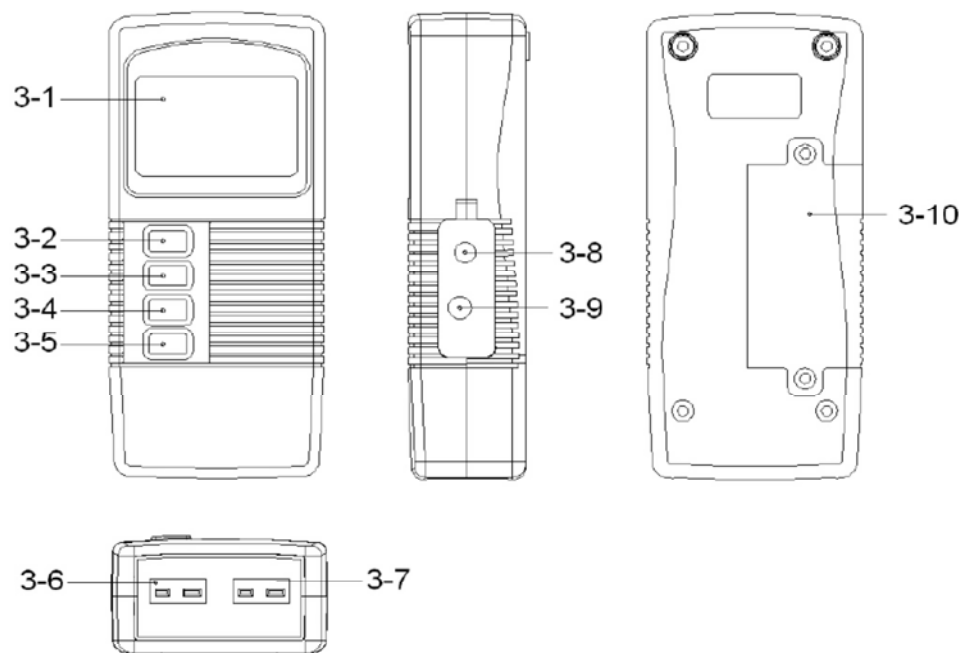

Fig. 1
- 2) Aprire il vano batterie situato sul retro dello strumento (3-10, Fig.1) e rimuovere la batteria scarica.
Lo strumento è dotato di una interfaccia seriale RS-232C per il collegamento ad un personal computer. La connessione avviene tramite una presa da 3.5mm (3-9, Fig.1)
- 1) Collegare alla presa "T1 probe socket" dello strumento lo spinotto della sonda "Temp Probe Plug" . (3.6, Fig.1)
- 2) Accendere lo strumento premendo il pulsante "Power button" (3-2, Fig.1)
- 3) Premere il pulsante "Function button" (3-3, fig.1) continuamente fino a raggiungere la visualizzazione "T1-" sul display LCD, rilasciare il pulsante, sul display apparirà il valore di temperatura rilevato dalla sonda T1.
- 2) Premere il pulsante "Send Button" (3-2, Fig.1) per almeno 5 secondi fino a fare apparire nella parte inferiore del display l'indicazione "r232", quindi rilasciare il pulsante.
- 3) Premere il pulsante "Send Button" (3-2, Fig.1) una sola volta, nella parte inferiore del display apparirà l'indicazione "Send", mentre nella parte superiore viene visualizzato il numero totale di dati salvati in memoria, allo stesso tempo lo strumento provvede ad inviare tramite la porta RS-232 (3-9, Fig.1) i dati verso un personal computer esterno.
- 5) Premere il pulsante "Send Quit Button" (3-3, Fig.1) per uscire dalla funzione di trasmissione dati.
- Utilizzare il pulsante "▲" (3-3, Fig.1) per selezionare "YES" oppure "NO".
Dopo avere selezionato "YES", premere il pulsante "Enter Button" (3-4, Fig.1) per cancellare tutti i dati presenti in memoria.
L'impostazione di questo codice viene utilizzata per la calibrazione dello strumento. Se non inserite alcun nuovo codice, premere il pulsante "Enter Button" (3-4, Fig.1) per uscire dalla procedura.
- Per la misura con due sonde a doppio canale. Collegare alla presa "T1 probe socket" dello strumento lo spinotto della sonda "Temp Probe Plug" (3.6, Fig.1) e la seconda sonda alla presa "T2 probe socket" (3-7, fig.1).
- Accendere lo strumento premendo il pulsante "Power button" (3-2, Fig.1)
- Premere il pulsante "Function button" (3-3, fig.1) continuamente fino a raggiungere la visualizzazione "T1-" sul display LCD, rilasciare il pulsante, nella parte superiore del display apparirà il valore di temperatura rilevato dalla sonda T1, mentre nella parte inferiore apparirà la temperatura della sonda T2.
- Premere il pulsante "Function Button" (3-3, Fig.1) continuamente fino a raggiungere la visualizzazione "T2" sul display LCD, rilasciare il pulsante, nella parte superiore del display apparirà il valore di temperatura rilevato dalla sonda T2, mentre nella parte inferiore apparirà la temperatura della sonda T1.
- 5) Premere il pulsante "Function Button" (3-3, Fig.1) continuamente fino a raggiungere la visualizzazione "T1-T2" sul display LCD, rilasciare il pulsante, nella parte superiore del display apparirà il valore di temperatura rilevato dalla sonda T1-T2, mentre nella parte inferiore apparirà la temperatura della sonda T1.
Durante la fase di misura, premere il pulsante "Hold Button" (3-3, Fig.1) una sola volta per bloccare il valore della misura sul display LCD. Sul display appare l'indicazione "HOLD".
- a) Utilizzare il pulsante "▲" (3-3, Fig.1) per selezionare "YES" oppure "NO".
- a) Dopo avere selezionato il valore desiderato, premere il pulsante "Enter Button" (3-4, Fig.1) per salvare i dati come default.
- a) Utilizzare il pulsante "▲" (3-3, Fig.1) per selezionare il tempo di campionamento nei seguenti valori:
- b) Dopo avere selezionato il valore desiderato, premere il pulsante "Enter Button" (3-4, Fig.1) per salvare i dati come default.
- a. Tenere premuto il pulsante "Setting Button" (3-5, Fig.1) ed attendere almeno 5 secondi per accedere alle procedure di impostazione avanzate.
- b. Sempre premendo il pulsante "Setting Button" (3-5, Fig. 1), selezionare le varie funzioni e visualizzare il testo nella parte inferiore del display nel seguente modo:
- b) Utilizzare il pulsante "▲" (3-3, Fig.1) per selezionare "K" oppure "J".
- c) Dopo avere selezionato il tipo di sonda, premere il pulsante "Enter Button" (3-4, Fig.1) per salvare i dati come default.
- a) Utilizzare il pulsante "▲" (3-3, Fig.1) per selezionare "°C" oppure "°F".
La funzione di Data Record consente di memorizzare il valore Max e Min della misura. Per attivare tale funzione, premere il pulsante "REC Button" (3-4, Fig.1), quando la funzione di memorizzazione dei dati è attiva, sul display appare l'indicazione "REC".
- a) Premere il pulsante "REC BUTTON" (3-4, Fig.1) una sola volta, sul display appare l'indicazione "REC MAX" ed il valore massimo della misura. Se volete cancellare questo valore, premere il pulsante "Hold Button" (3-3, fig.1) una sola volta, sul display apparirà l'indicazione "REC" e verrà eseguita la funzione di memoria continuamente.
- b) Premere nuovamente il pulsante "REC BUTTON" (3-4, Fig.1), sul display apparirà l'indicazione "REC MIN" ed il valore minimo della misura. Se volete cancellare questo valore, premere il pulsante "Hold Button" (3-3, Fig.1) una sola volta, sul display apparirà l'indicazione "REC" e verrà eseguita la funzione di memoria continuamente.
a) premere il pulsante "REC Button" (3-4, Fig.1) una sola volta per avviare la funzione Data Record, sul display apparirà il simbolo "REC".